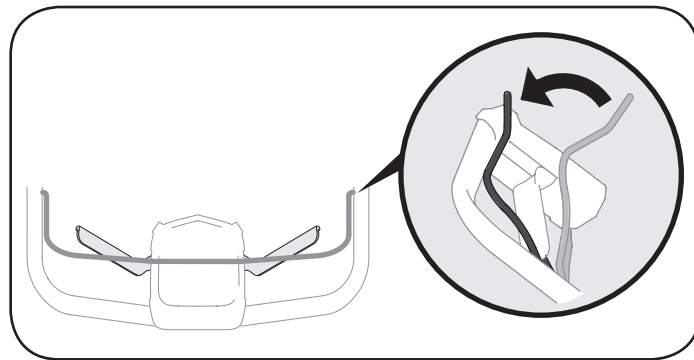

Figura 14
**NOTA:** Una vez que el motor esté en marcha y mientras utiliza el cortacésped, continúe sosteniendo el control de la cuchilla contra la parte superior de la manija. Consulte la Figura 14.